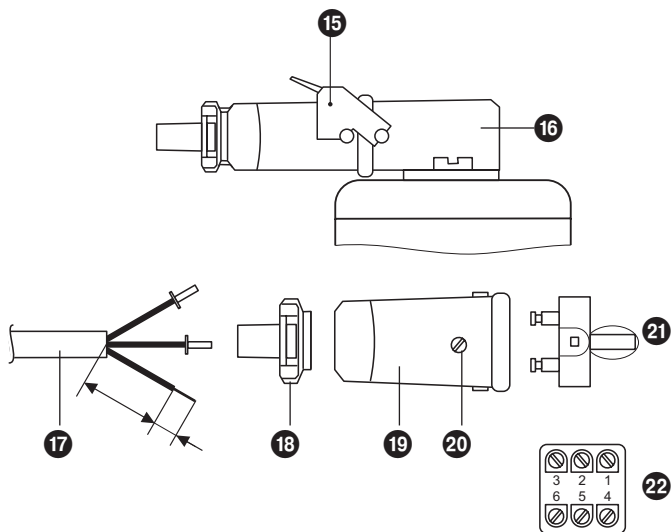

Fig. 4
- Haltebügel 15 hochklappen und Steckeroberteil 19 von der Niveauelektrode abziehen. **Fig. 4**
- Haltebügel **15** hochklappen und Steckeroberteil **19** von der Niveauelektrode abziehen. **Fig. 4**